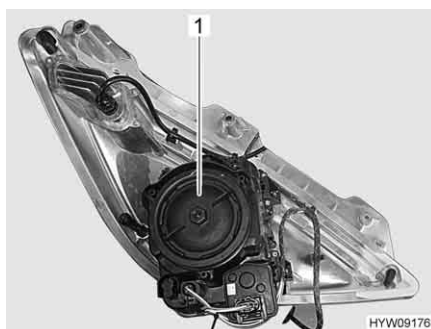

Fig. 231 Faro anteriore (lato posteriore)
- Ruotare il coperchio dell'involucro (Fig. 231,1) in senso antiorario e rimuoverlo.
- Posizionare il coperchio dell'alloggiamento (Fig. 231,1) e ruotarlo in senso orario fino a bloccarlo.